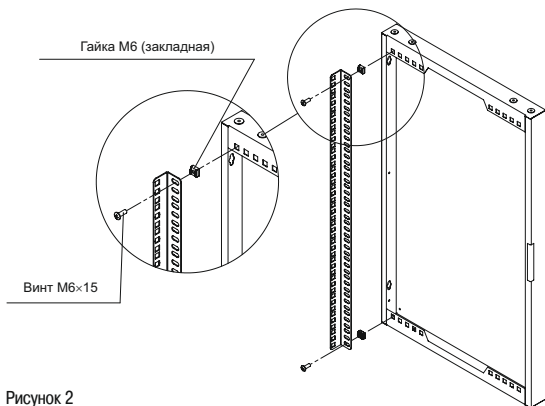

Рисунок 2
4.1.1 Вставьте гайки М6 закладные в отверстия боковой рамы, закрепите профиль вертикальный с помощью винтов М6×15 (рисунок 2).